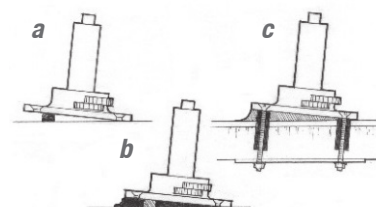

Figure 19 Soutenez la base en position en la bloquant. Comblez les vides avec l'époxyde épaissit.
2. Collez des petits blocs au substrat pour soutenir la base à la hauteur et position désirées (i.e., base de grue, Figure 19-a).
4. Positionnez le matériel en le reposant sur les blocs (Figure 19-b) et installez les fixations.
5. Lissez l'excès d'époxyde dans la forme du flanc de raccordement souhaitée autour du support (Figure 19-c) Laissez l'époxyde durcir complètement avant de charger. Protégez l'époxyde exposé des UV.